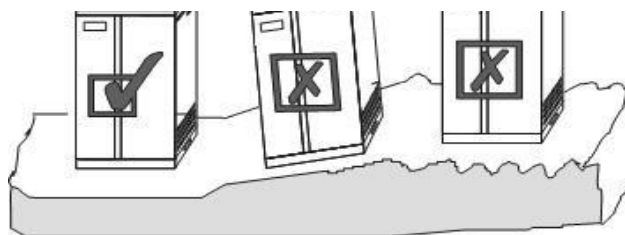

Рисунок 3-1: Размещение ИБП для монтажа
1. Не устанавливайте ИБП на неровную или наклонную поверхность. (Рис.3-1)